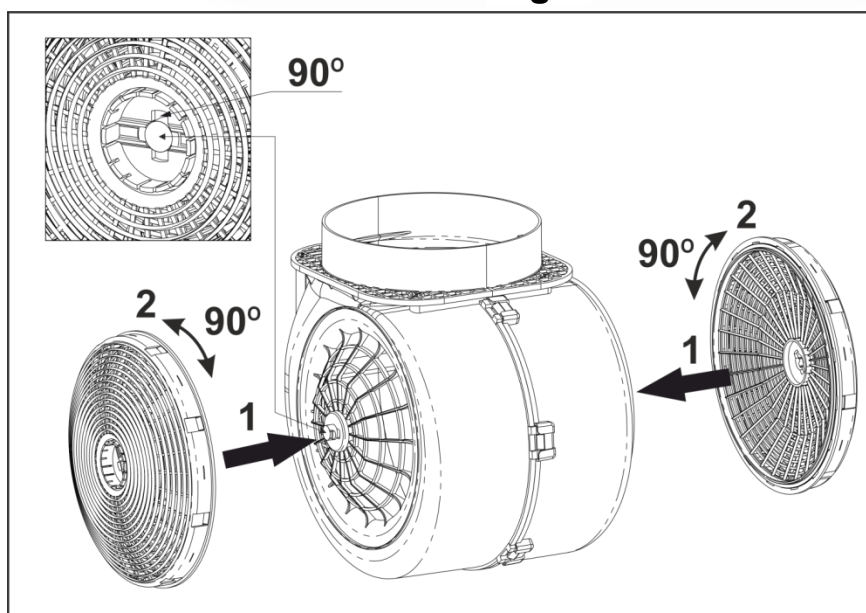

Fig.7
7.10 Les filtres à charbon (**sont achetés à part**), utilisés au régime de la recirculation **il faut remplacer tous les 3-6 mois** en fonction de l'exploitation de la hotte. Pour remplacer le filtre à charbon, vous devez suivre les étapes suivantes (Fig.7):